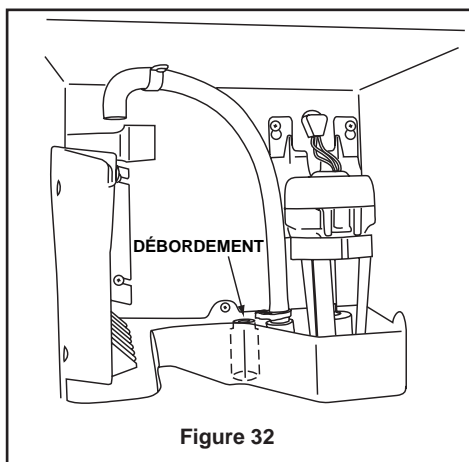

Figure 32
- 4 Enlevez le tube de trop-plein en le soulevant et dégagez-le de l'orifice de vidange avec un mouvement de va-et-vient. L'eau du réservoir sera évacuée par le siphon (Figure 32).
- 7 Vidangez l'eau de la rigole et du tuyau de vidange en enlevant le tube de débordement (Figure 32).